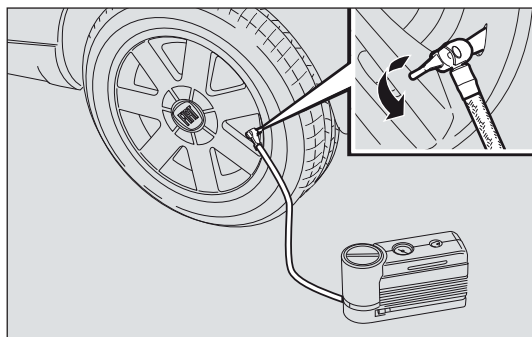
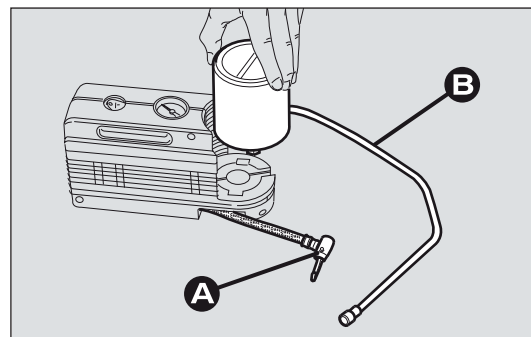

fig. 138
fig. 139
El compresor puede utilizarse incluso si es sólo para restablecer la presión. Desmonte el acoplamiento A-fig. 139 de la botella y conéctelo directamente a la válvula del neumático fig. 138; de este modo, la botella del aerosol no se conectará al compresor y no se inyectará el líquido sellador.
- ☐ desconecte el acoplamiento A-fig. 139;